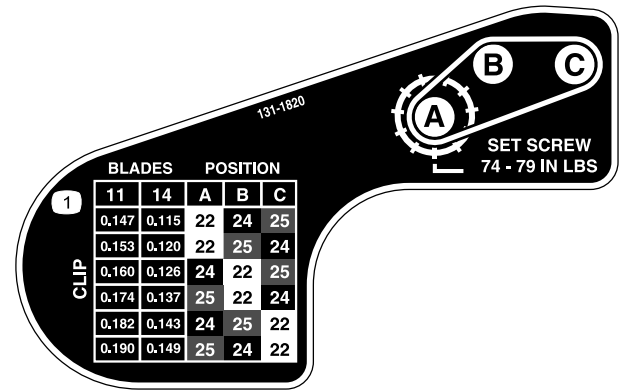

图18
- 使用 图18 上的标贴中所示的图表，确定您需要的切距设置及您需要移动的皮带轮。
- 按标贴（图18）中所示的新配置安装每个皮带轮。